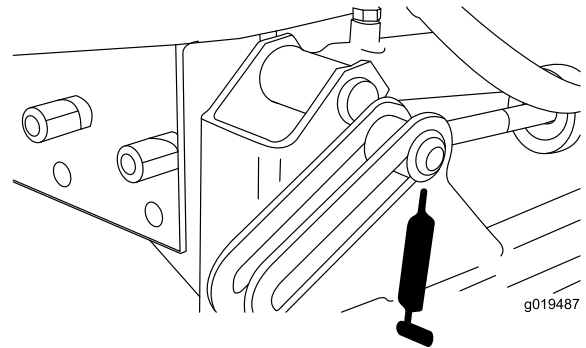
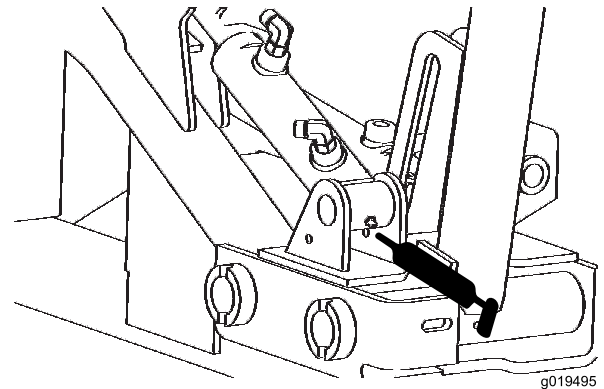

Figura 46
Figura 47
- Cilindros de elevação frontais (3) (Figura 46 e Figura 47).